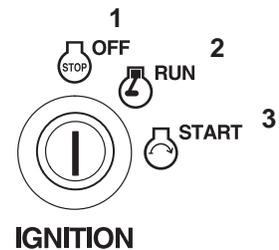

Figure 17
6. Tournez la clé de contact en position de Démarrage pour activer le démarreur. Relâchez-la quand le moteur démarre (Fig. 17).
3. Laissez tourner le moteur au ralenti pendant 60 secondes (Fig. 17).
4. Tournez la clé de contact en position Contact coupé (Fig. 17).